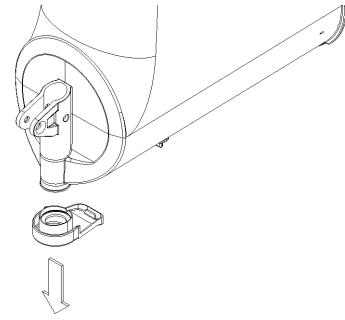

Bild 15
- 3 Den Zapfhahn gegenteilig zum Ausbau in (Bild 15) wieder am Behälter montieren.
5 Den Durchflussbegrenzer des Behälters entfernen (Bild 15).